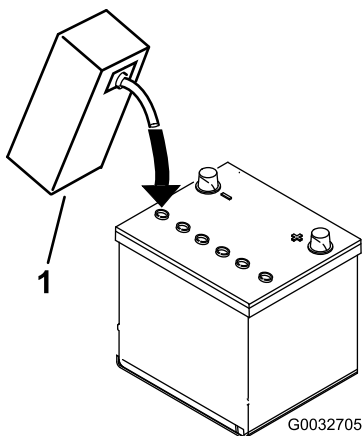

Рисунок 6
- Осторожно заливайте электролит в каждую ячейку до уровня над пластинами примерно 6 мм (Рисунок 6).
4. Подождите примерно 20–30 минут, пока электролит не впитается в пластины. При необходимости доливайте электролит до уровня, не достигающего примерно 6 мм до низа заливного отверстия (Рисунок 6).